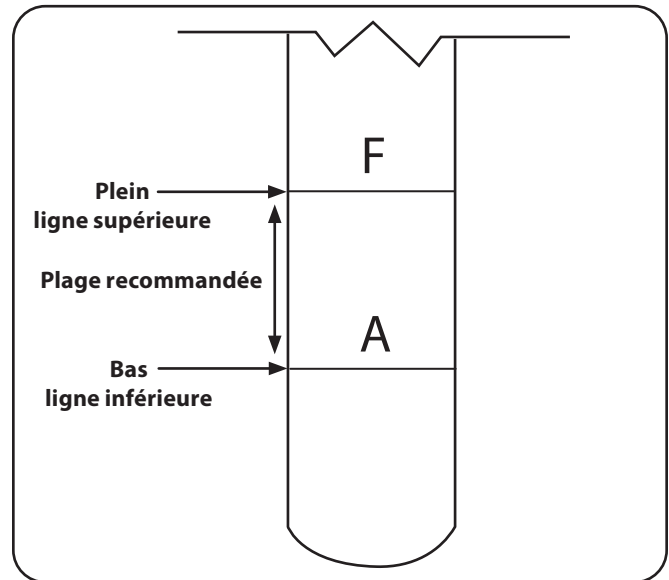

Figure 6-6
1. Retirez la jauge d'huile et vérifiez le niveau d'huile. Voir Figure 6-6.
7. Retirez le bouchon et la jauge d'huile et ajoutez LENTEMENT l'huile dans l'orifice de remplissage. Ajoutez de l'huile jusqu'à ce que le niveau d'huile atteigne la ligne supérieure de la jauge d'huile. Voir Figure 6-6.